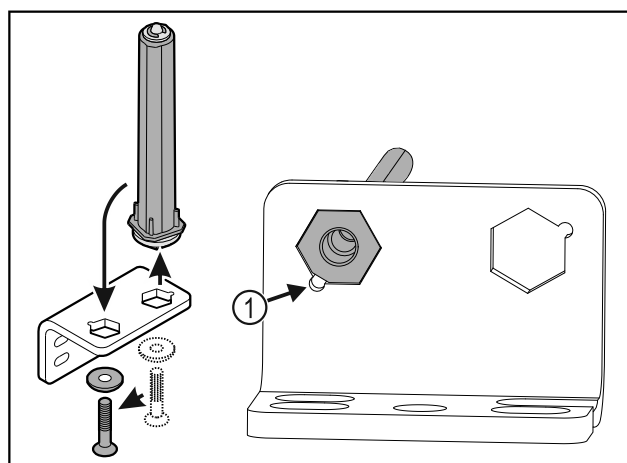

Fig. 34
- Darauf achten, dass beim Einsetzen die Bolzenabschrägung Fig. 34 (1) zum runden Loch zeigt.